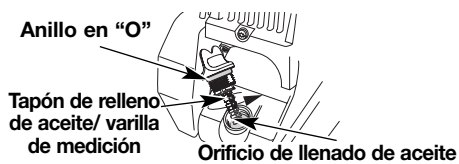

Fig. 22
6. Si el nivel está bajo, agregue una pequeña cantidad de aceite en el orificio de llenado de aceite y vuelva a medir (Fig. 22). Repita hasta que el nivel de aceite llegue hasta la parte superior de la varilla de medición.
**NOTA:** Verifique que el anillo en O esté en su lugar en el tapón de relleno de aceite / varilla de medición cuando mida y cambie el aceite (Fig. 22).